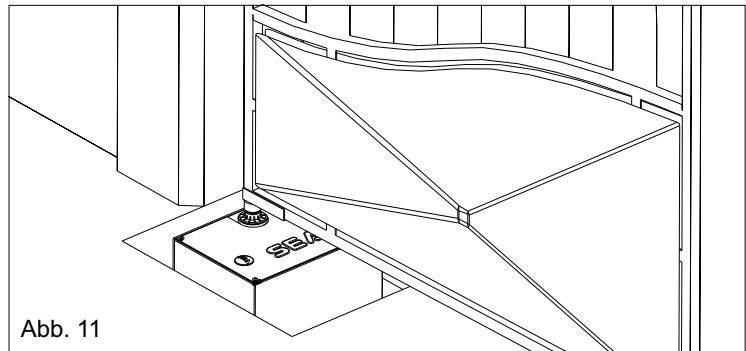

Abb. 11
**3.7.** Die Flügel des Tores auf das U-förmige Profil lehnen (Abb.11) und auf der oberen Seite der Scharniere verbinden.